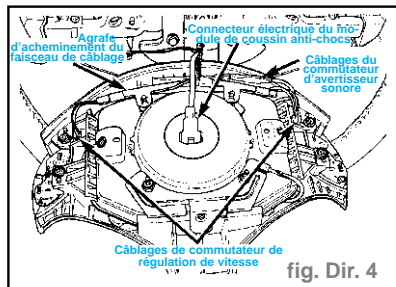

fig. Dir. 4
- Déconnecter les connecteurs de câblage du coussin anti-chocs, du fil du commutateur d'avertisseur sonore et des commutateurs de régulation de vitesse. Déposer l'agrafe d'acheminement du faisceau de câblage des goujons du module de coussin anti-chocs. (fig. Dir. 4)
- Poser les fils de câblage provenant du dévidoir de câble sur le coussin anti-chocs, le fil de commutateur d'avertisseur sonore et les commutateurs de régulation de vitesse. Fixer l'agrafe d'acheminement de fil sur les goujons du module de coussin anti-chocs. (fig. Dir. 4)